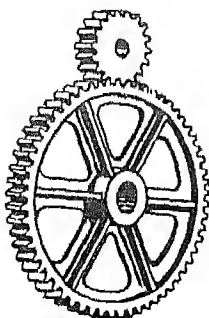

Fig. 1. — Roues dentées en prise.
- a) Elles portent sur leur jante des saillies appelées dents (fig. 1).